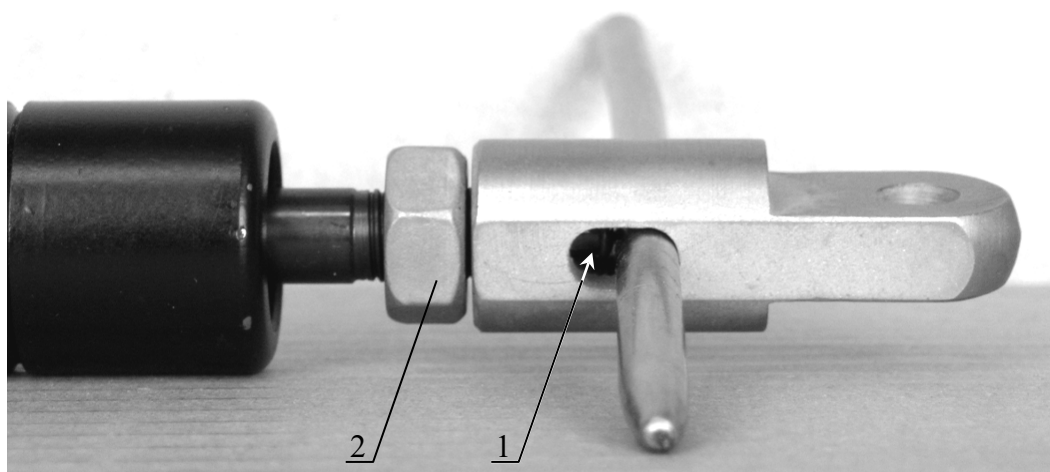

Рисунок 13 Регулировка газовых пружин.
- 12.4.2 Вставьте пруток $\varnothing 5$ в паз пружины (Рисунок 13) и вверните головку до соприкосновения с фиксатором пружины 1, затяните гайку 2.